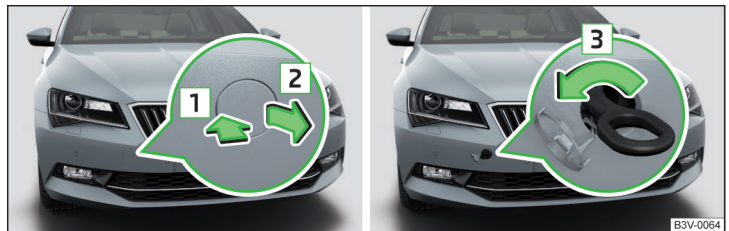

Abb. 341 Abdeckkappe abnehmen / Abschleppöse einbauen
- Zum **Abnehmen** auf die Abdeckkappe in Pfeilrichtung **1** drücken und diese in Pfeilrichtung **2** abnehmen » **Abb. 341**.
- Zum **Einbauen** die Abschleppöse von Hand in Pfeilrichtung **3** » **Abb. 341** bis zum Anschlag einschrauben » **!**.